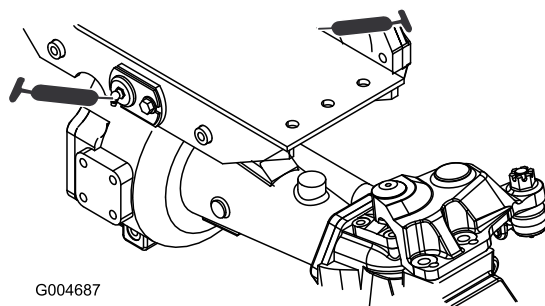

Bild 37
- Zwei Drehbüchsen an der Vorder- und Hinterachse (Bild 37)